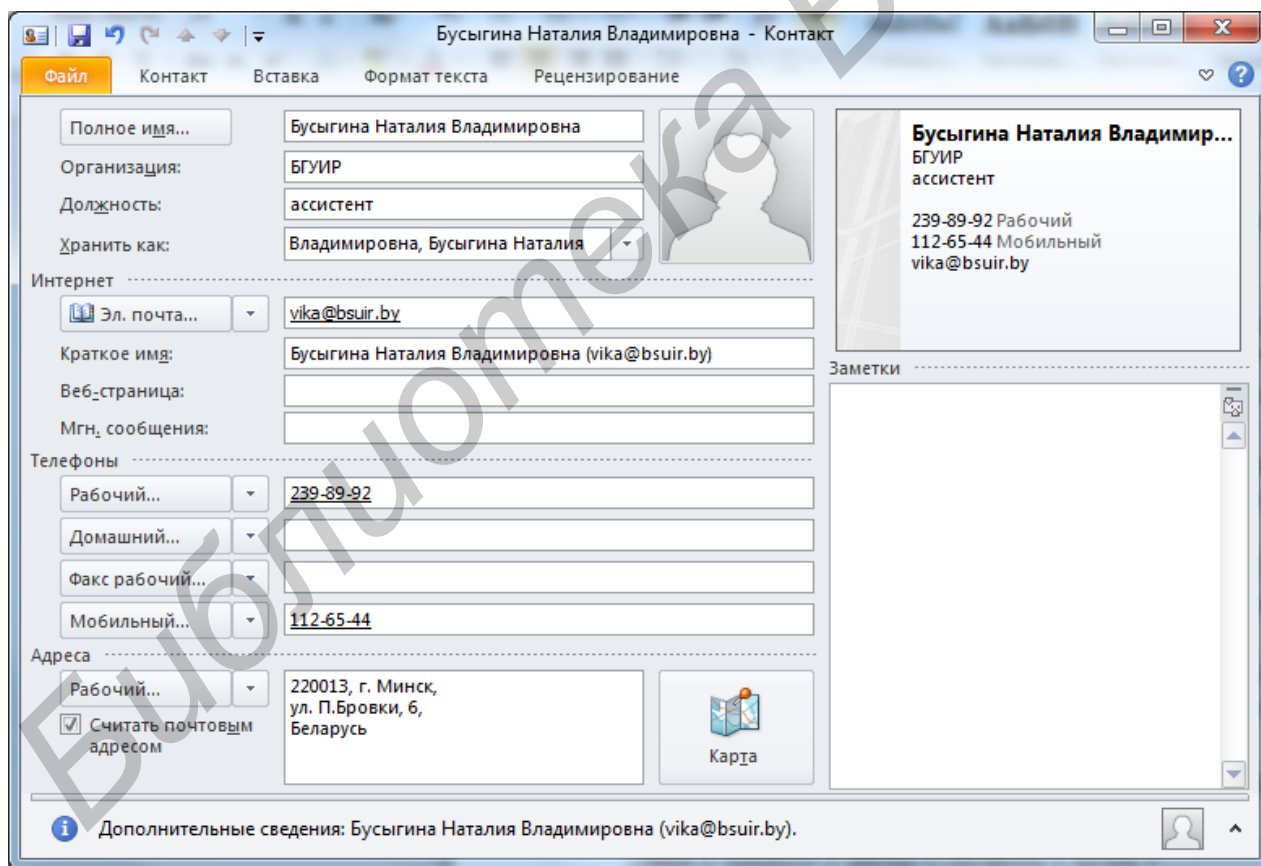

Рис. 3.4. Карточка контакта
6. Сведения в папке *Контакты* могут быть представлены по-разному, но при этом о каждом контакте – в отдельной карточке. На рис. 3.4 приведено одно из представлений – Адресные карточки.